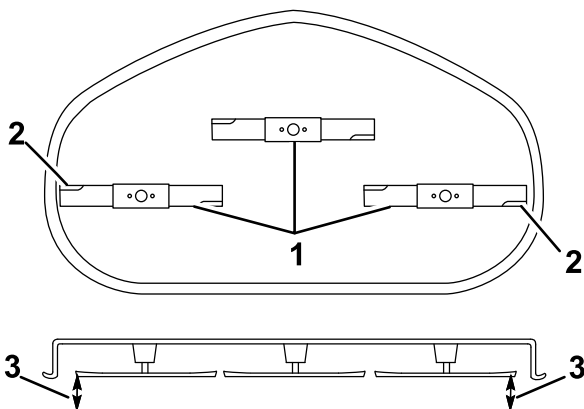

**Figura 64**
5. Măsurai între marginile de tăiere exterioare i suprafaa plană (Figura 64 i Figura 65).